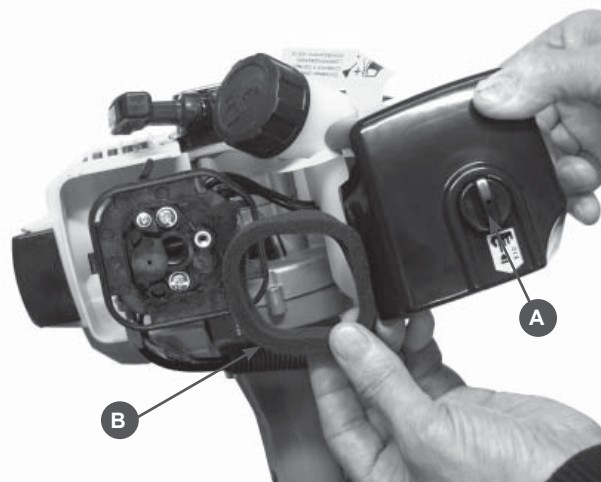

Рис.19
1. Открутите барашковую гайку (А) и снимите крышку воздушного фильтра (Рис.19).